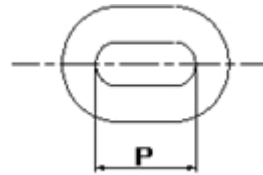

Figure 4- Chain Wear Measurements
- 4 4. Mesures d'usure de la chaîne. Voir la Figure 4.